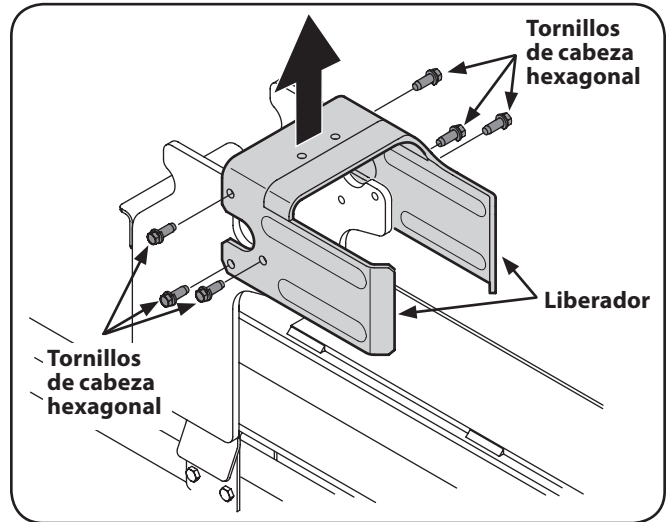

Figura 3-4
14. Desconecte el liberador del soporte soldado de vigaeta retirando los seis tornillos hexagonales. Vea la Figura 3-4.
- Coloque el liberador encima del montaje de la cuña y fíjelo en los soportes soldados con los elementos de ferretería que extrajo previamente. Vea la Figura 3-4.